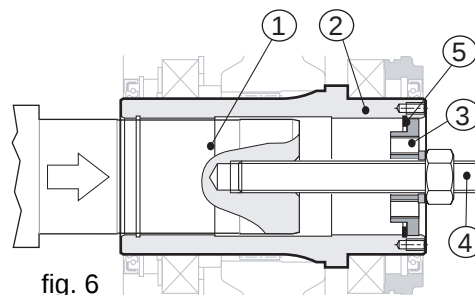

fig. 6
Insérer dans leur logement d'abord le seeger pour intérieurs (pos. 5), puis le fond (pos. 3), à ce stade en vissant l'écrou de la barre filetée placer les 2 arbres de la machine en butée l'un contre l'autre (voir fig. 6).